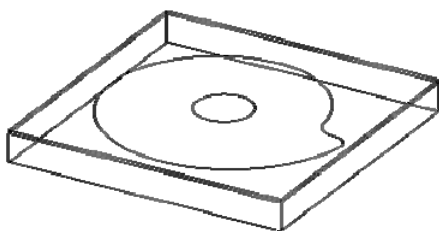

图 2-87 设置的工件
2) 设置毛坯形状为立方体, 选中“两点方式”, 设置的“基准点”与“大小”。勾选“显示毛坯”, 以在显示窗口中以线框形式显示毛坯, 单击“定义毛坯-世界坐标系 (.sys.)”对话框中的“确定”按钮, 完成加工工件设置, 如图 2-87 所示。